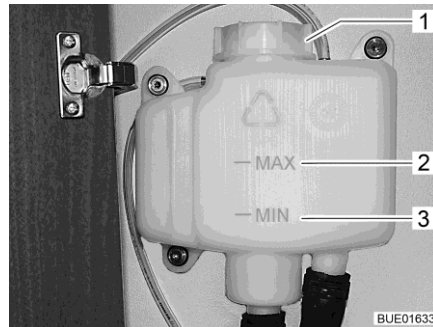

Fig. 199 Vaso d'espansione senza diaframma
- Controllare se il livello del liquido nel vaso d'espansione (Fig. 199) è tra la riga del "MIN" (Fig. 199,3) e del "MAX" (Fig. 199,2).
- Aprire il coperchio (Fig. 199,1) del vaso d'espansione.